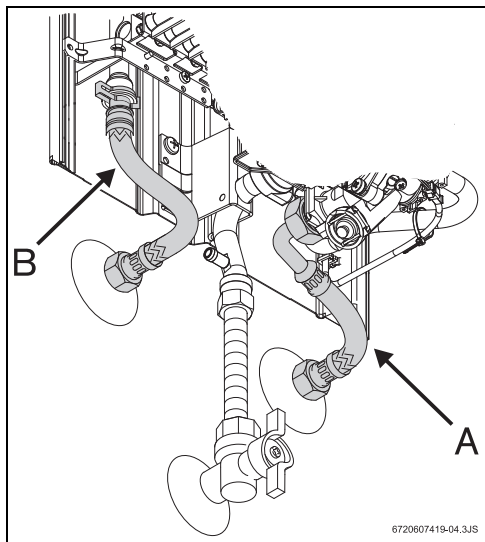

Рис. 12 Подключение подачи воды
- ▶ Следить за тем, чтобы при подключении не перепутать место подсоединения водопровода холодной воды (рис. 12, поз. А) с местом подсоединения водопровода горячей воды (рис. 12, поз. В).